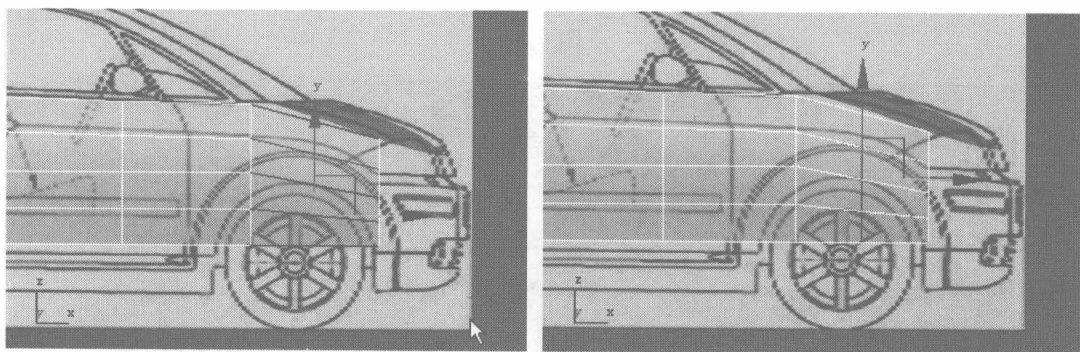
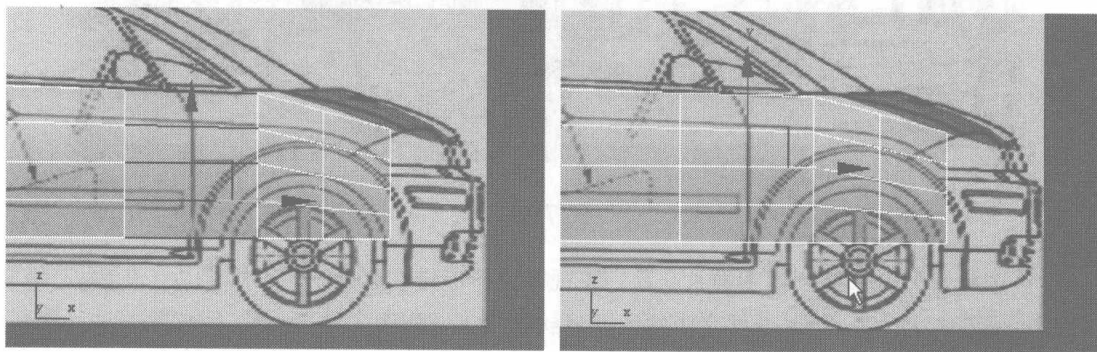

图 7.25
图 7.26
- 10 选择一排曲线，单击 **Connect** 按钮，根据默认值，添加一条曲线，如图 7.25 所示。继续选择曲线，单击 **Connect** 按钮，添加一条曲线，如图 7.26 所示。